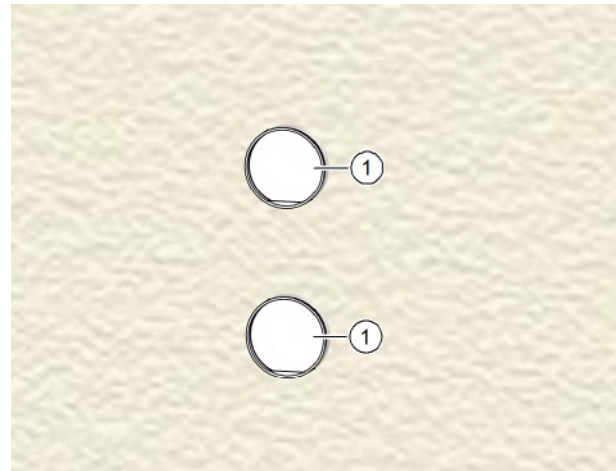

Abb. 28: Mauerkasten außen verputzt
- ▶ Entfernen Sie beide Putzschutzhülsen (Pos. 1 in Abb. 28).